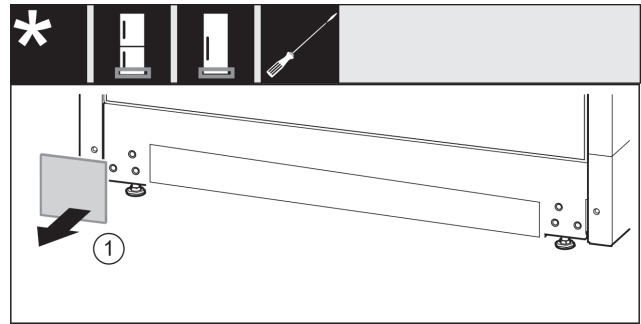

Fig. 15
- ▶ Ta av dekselet. *Fig. 15 (1)*